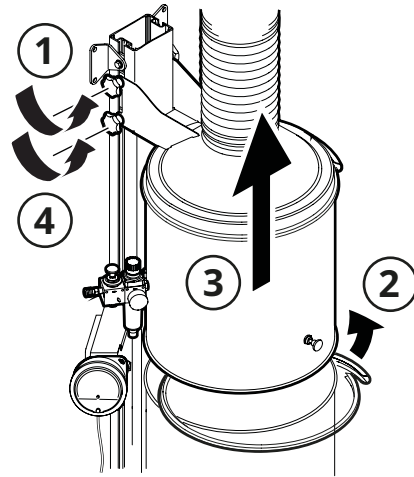
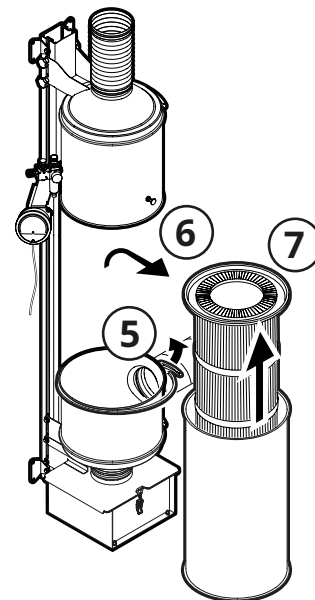
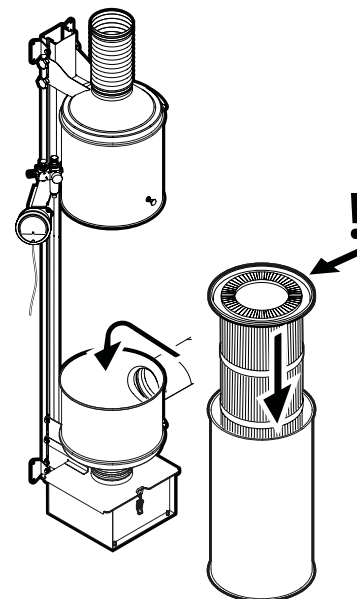

Fig. 9
Fig. 10
Fig. 11
3. Afloje las manivelas (1, **Fig. 9**) que van a la salida y al anillo de sujeción (2) entre la carcasa del filtro y la carcasa de control.
4. A continuación, deslice hacia arriba la carcasa de control (3) y fíjela en el carril de aluminio (4) de forma que quede firmemente instalada.
5. Afloje el anillo de fijación (5, **Fig. 10**) entre la carcasa del filtro y el cilindro de conexión.
6. Levante la carcasa del filtro y colóquela sobre una superficie plana (6).
7. Retire el filtro del cartucho de la carcasa del filtro (7).
9. Introduzca un nuevo filtro del cartucho en la carcasa del filtro (**Fig. 11**).
2. Afloje las manivelas (1, **Fig. 9**) que van a la salida y al anillo de sujeción (2) entre la carcasa del filtro y la carcasa de control.
3. A continuación, deslice hacia arriba la carcasa de control (3) y fíjela en el carril de aluminio (4) de forma que quede firmemente instalada.
4. Afloje el anillo de fijación (5, **Fig. 10**) entre la carcasa del filtro y el cilindro de conexión.